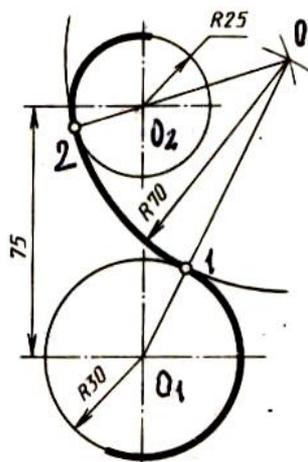

Рисунок 29 – Смешанное сопряжение двух дуг
**7) Построение смешанного сопряжения двух дуг радиусами 30мм и 25мм дугой радиуса 70мм (рисунок 29)**